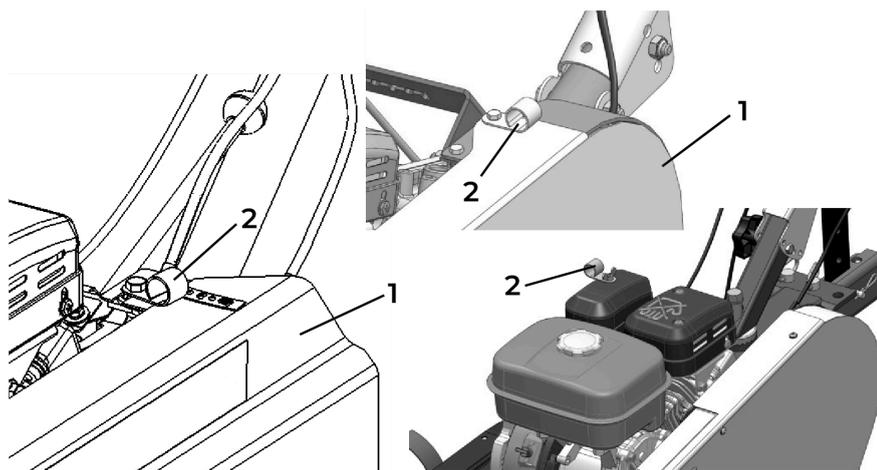

рис. 13
Регулировка зазора производится при выключенном двигателе и нажатом приводе сцепления (ремень плотно охватывает шкив, см. приложение 3). Установить защитный кожух (1), направляющую троса (2) и закрепить (рис. 13).
Провести трос сцепления через мотоблок, как показано на схеме в приложении 2, и обязательно продеть трос сцепления через направляющую (2) (рис. 13). Крючок